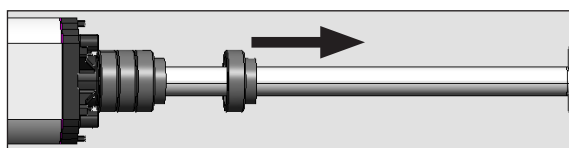

Abb.25
4. Alle Abstandhalter (sofern vorhanden) entfernen (Abb. 25).